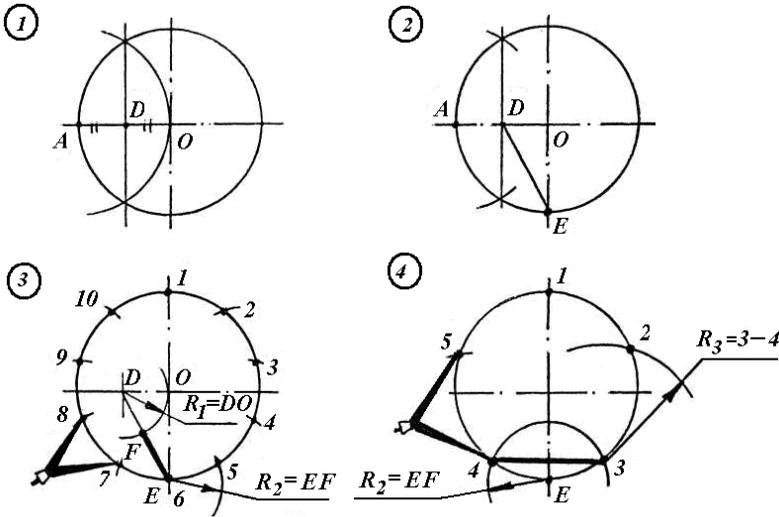

Рис. 32.
- 1) Делим радиус OA на две равные части. $AD = DO$ (рис. 32).